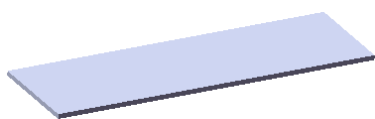
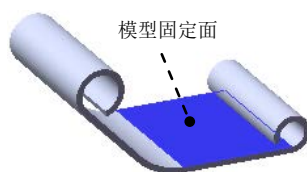

图 16.4.4 展开 1
图 16.4.5 模型固定面
Step3. 创建图 16.4.4 所示的钣金特征——展开 1。
(1) 选择命令。选择下拉菜单 **插入(I)** → **钣金(H)** → **展开(U)...** 命令（或单击“钣金”工具栏上的“展开”按钮 ），系统弹出“展开”对话框。
(2) 定义模型固定面。选取图 16.4.5 所示的模型表面为模型固定面。
(3) 定义展开的折弯特征。在“展开”对话框中单击**收集所有折弯(A)**按钮, 系统将模型中所有可展平的折弯特征显示在**要展开的折弯:**列表框中。
(4) 单击**✓**按钮, 完成展开 1 的创建。